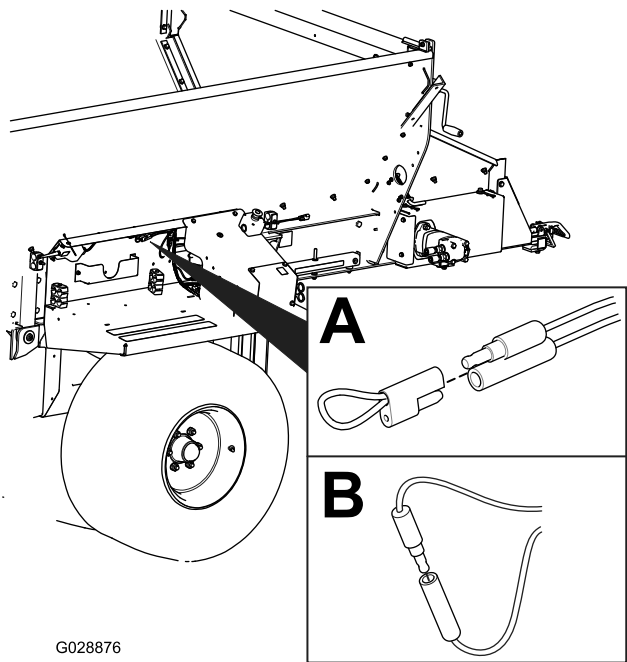

图32
2. 断开并联的诊断接头 图32 B。
3. 将盖子按入 2 个并联的诊断接头 图32 A。